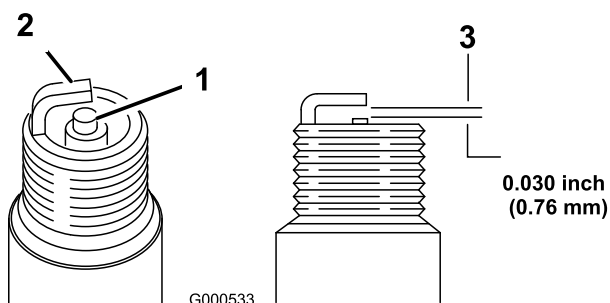

Figura 49
1. Mire la parte central de las bujías (Figura 49).
2. Compruebe la separación entre los electrodos central y lateral (Figura 49) y doble el electrodo lateral si la separación no es correcta.